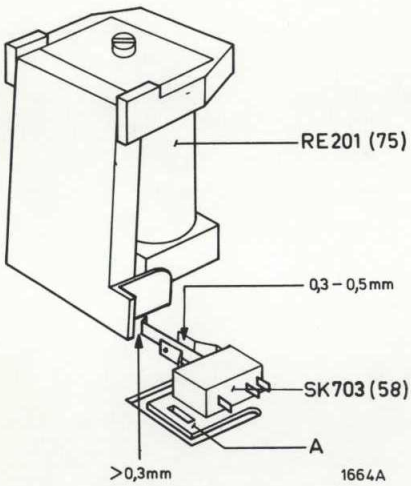

Fig. 10
Instelling van de drukrolmagneet (zie fig. 10 en 27)
Instellen door lip A te verbuigen (zie fig. 10).
- Bij bekrachtigde magneet moet de afstand tussen de geopende kontakten van schakelaar (58) 0,3—0,5 mm zijn. *Instellen* door de kontakten te verbuigen (fig. 10).